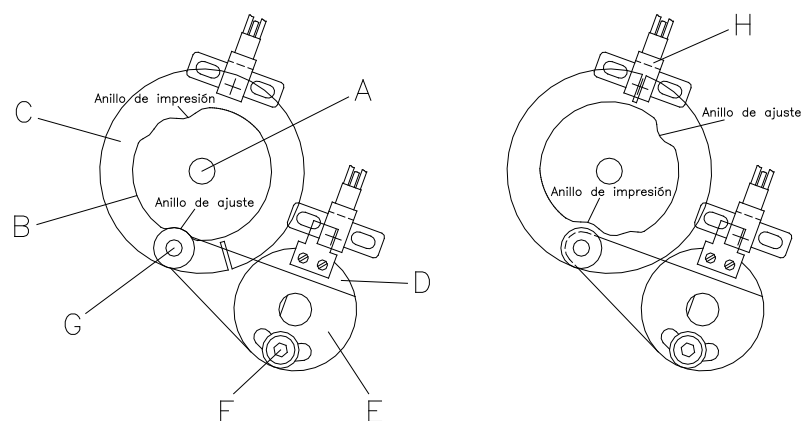

Figura 16
En el boceto (siehe Figura 16) se puede ver el eje del motor de optimización (A) con la curva de presión (B) y la arandela (C), vistos desde atrás. Más abajo se encuentra el cojinete anular (D) con la lámina de sujección (E).
4. Afloje el tornillo de allen (F) aproximadamente una vuelta, hasta que la lámina de sujección (E) se desplace libremente con el rodamiento de bolas (G).
6. Presione la lámina de sujección (E) junto con el rodamiento de bolas (G) en la muesca de ajuste de la curva de presión, de modo que no quede espacio libre.